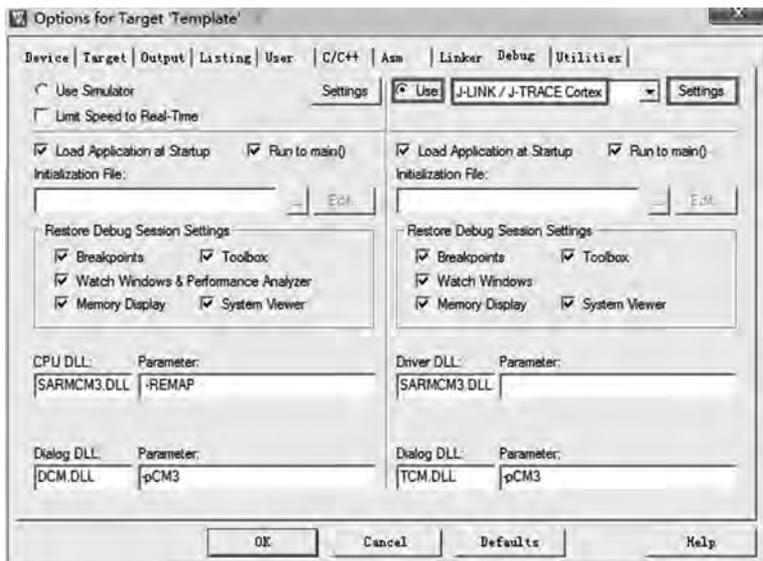

图 3-77 Debug 选项卡设置
(1) 通过 JLINK 仿真器及其相关数据连接线将开发板和 PC 连接起来(JLINK 仿真器的 JTAG 一端的数据连接线连接到开发板的 JTAG 接口,即 J16),通过 5V 电源适配器给开发板供电,如果一切正常,那么开发板的电源指示灯 D6 会亮。
(2) 用 MDK 打开相关的工程文件,单击工具栏上的  图标,打开 Options for Target 对话框,选择 Debug 选项卡,然后选中 Use 单选按钮,并在其对应的下拉列表框中选择 J-LINK/J-TRACE Cortex,如图 3-77 所示。